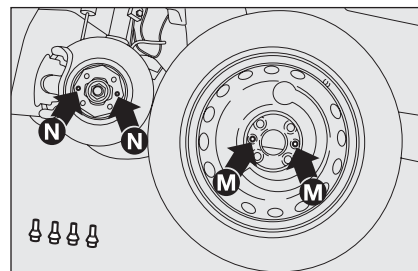

fig. 15
- ☐ monter la roue galette en faisant coïncider les trous **M-fig. 15** avec les tourillons de centrage correspondants **N** ;